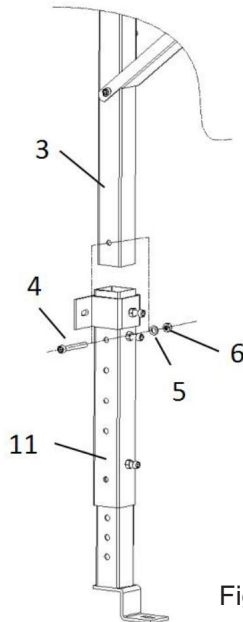

Figura 5
- A. Deslice la barra vertical extendida (3) en el soporte extendido (11) y fíjela en su lugar. con perno (4), arandela (5) y contratuerca (6) en la posición adecuada, la posición de El soporte extendido (11) se puede ajustar. Como se muestra en la figura 5.